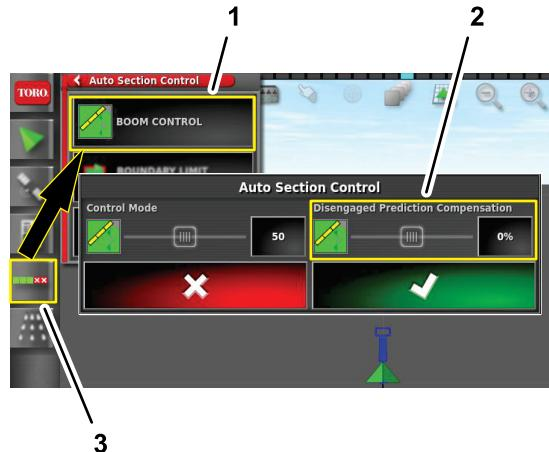

图 109
- 按自动喷洒臂段控制图标图 109。
- 按喷洒臂控制图标图 109。